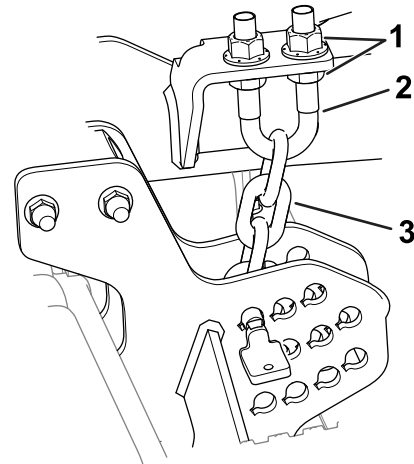

Figura 7
7. Afloje las contratuercas inferiores del perno en U de la cadena de altura de corte (Figura 7).
8. Ajuste las tuercas (Figura 7) para elevar o bajar la parte trasera de la unidad de corte hasta que las puntas de las cuchillas traseras estén de 6 mm – 10 mm ($\frac{1}{4}$ " – $\frac{3}{8}$ ") más altas que las puntas delanteras.